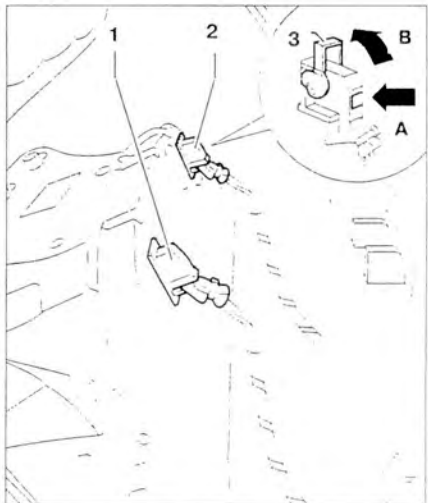

Рис. 10.36. Отсоедините разъемы 1 и 2, нажав на крепежные ушки (стрелка А), и переместите фиксатор 3 вверх (стрелка В).
17. Отсоедините разъемы 1 и 2, нажав на крепежные ушки (стрелка А), и переместите фиксатор 3 вверх (стрелка В) (рис. 10.36).